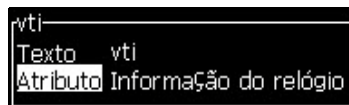

Figura 5-25: Opção Informação do relógio
- 3 Pressione a tecla *Enter* para abrir a caixa de diálogo de configuração para campos de usuário de texto (veja Figura 5-25).